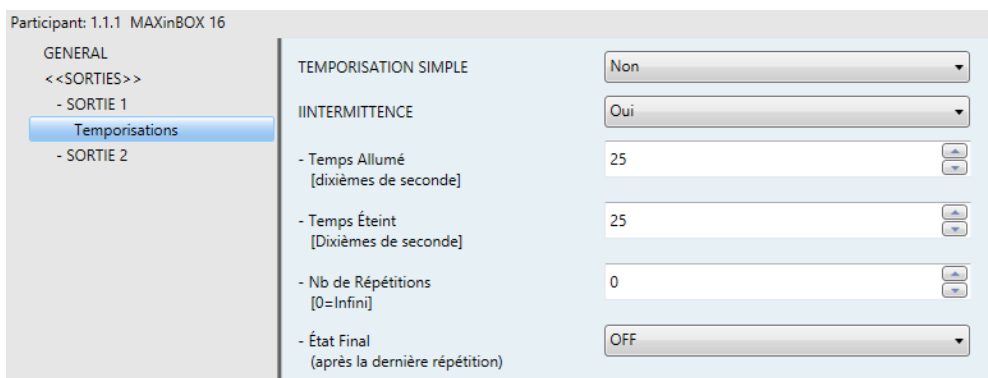

Figure 9. Temporisation: Intermittence
- **Intermittence** (voir Figure 9). Permet le lancement de séquences d'allumages et d'extinctions intermittentes. Pour cela, il faudra configurer le